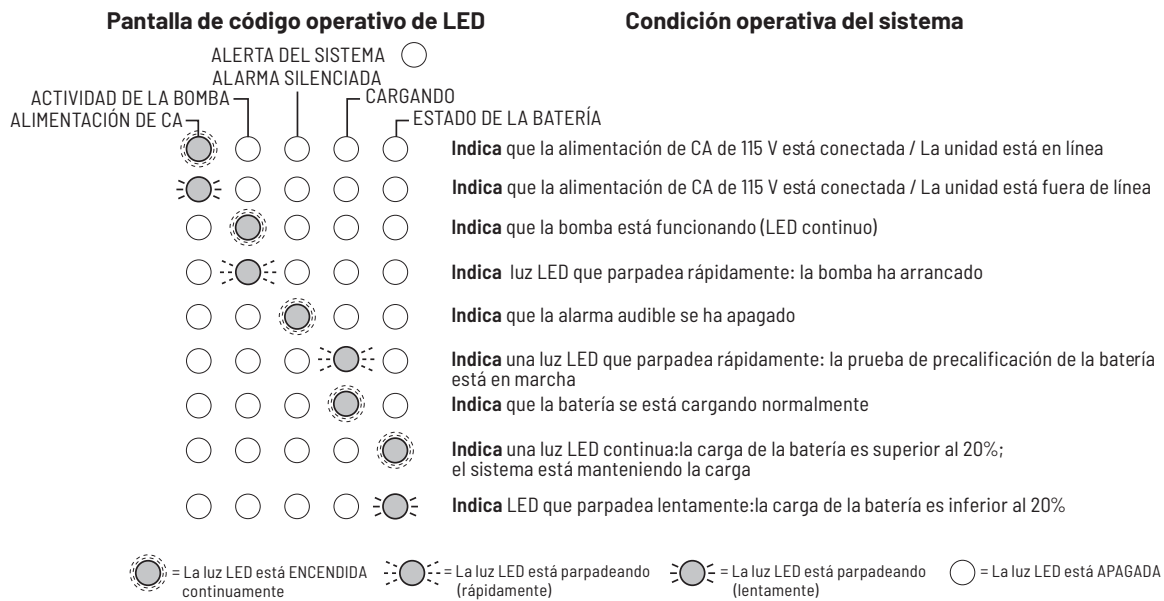

Figura 6: Pantallas de código operativo
- ◆ Cuando la luz de alerta del sistema NO esté parpadeando, consulte la Figura 6.